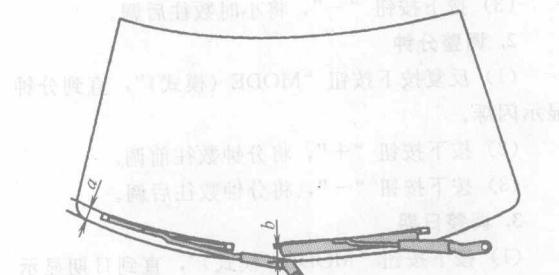

图 1-3 前风窗玻璃刮水片的静止位置检查
(1) 打开和关闭前风窗玻璃洗涤器，使其位于终点位置。
(2) 检查刮水片是否贴在前风窗玻璃指定的位置上，如图 1-3 所示。